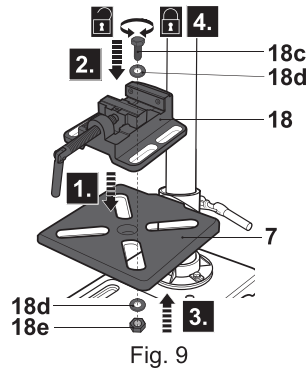

Fig. 9
- > Coloque el tornillo de banco (18) en la mesa del taladro (7) y asegure la conexión con pernos (18c), arandelas (18d) y tuercas (18e), utilizando una llave adecuada (Fig. 9).